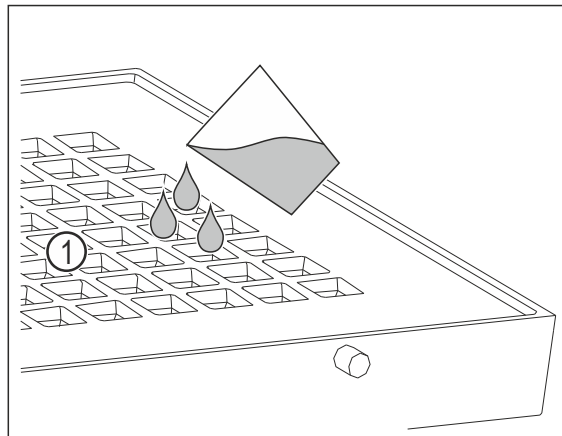

Fig. 158
- Prelijte največ 400 ml vode čez odprtine Fig. 158 (1) na pokrovu.